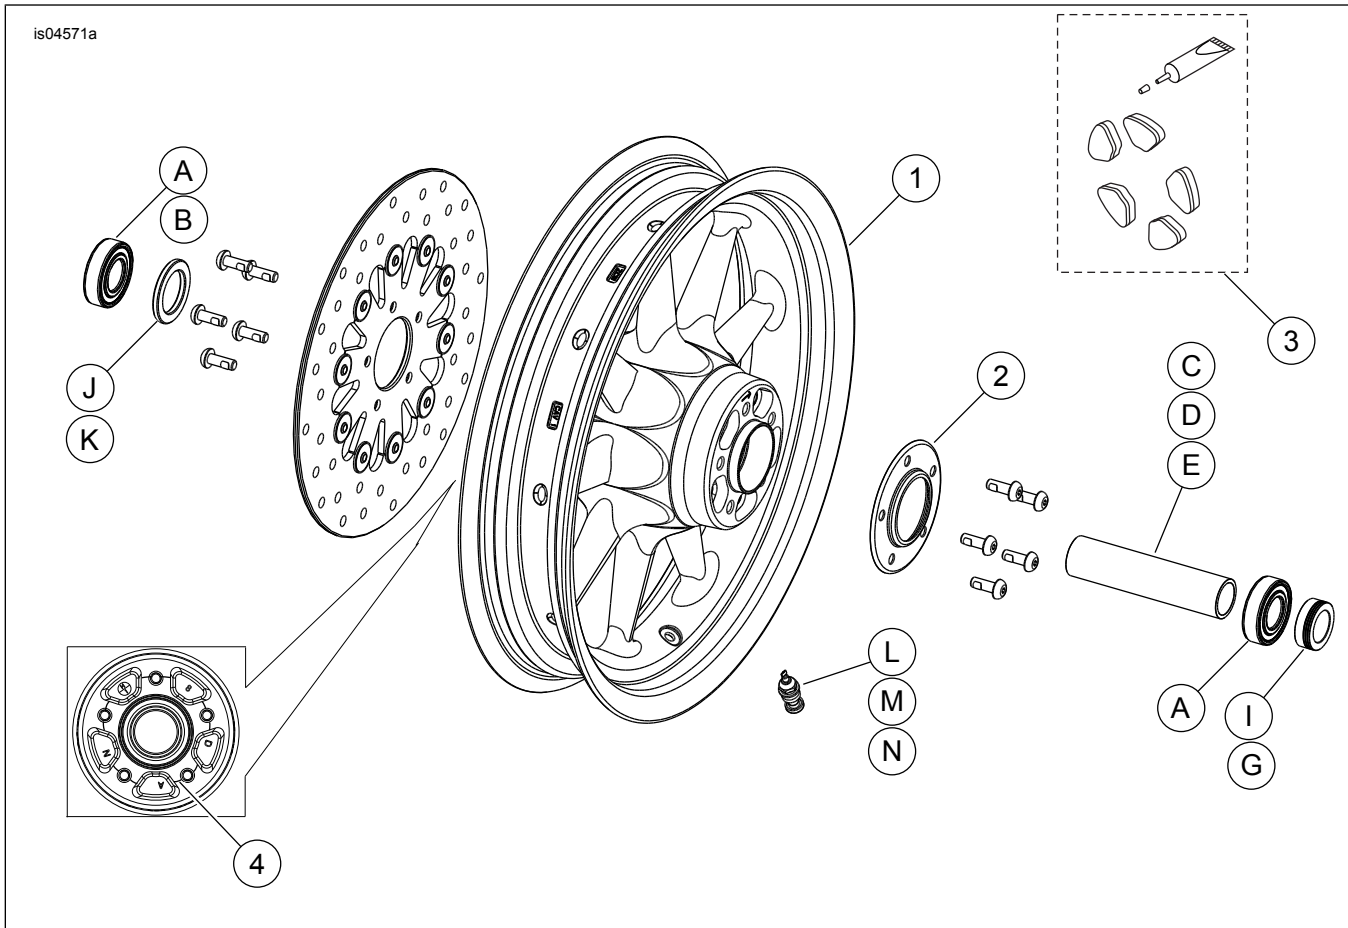

Abbildung 1. Werkstatthandbuch: Vorderräder mit neun Speichen
Siehe Abbildung 1 und Ersatzteiletabellen.
2. Siehe Abbildung 1. Die Ventilschaft-Baugruppe (M) am Rad anbringen. Siehe REIFEN im Werkstatthandbuch.